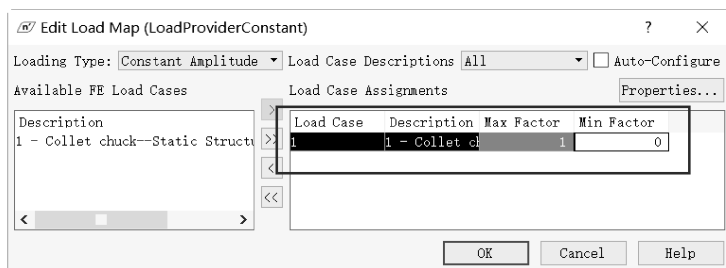

图 9-27 疲劳载荷因子设置
- (1) 在疲劳分析上右键单击【Solution】→【Edit】进入 nCode Design Life 分析环境。
- (2) 选择【Simulation_Input】模块上的【Display】显示输入模型。
- (3) 右键单击【StrainLife_Analysis】模块，从弹出的快捷菜单中选择【Edit Load Mapping】→【Yes】→【Available FE Load Cases】→选择【1-Collet chuck - Static Structural (A5): Time 1】，然后选择<<，选择>>；选择【Load Cases Assignments】→【Min Factor】=0，其他为默认设置，单击【OK】关闭对话框，如图 9-27 所示。